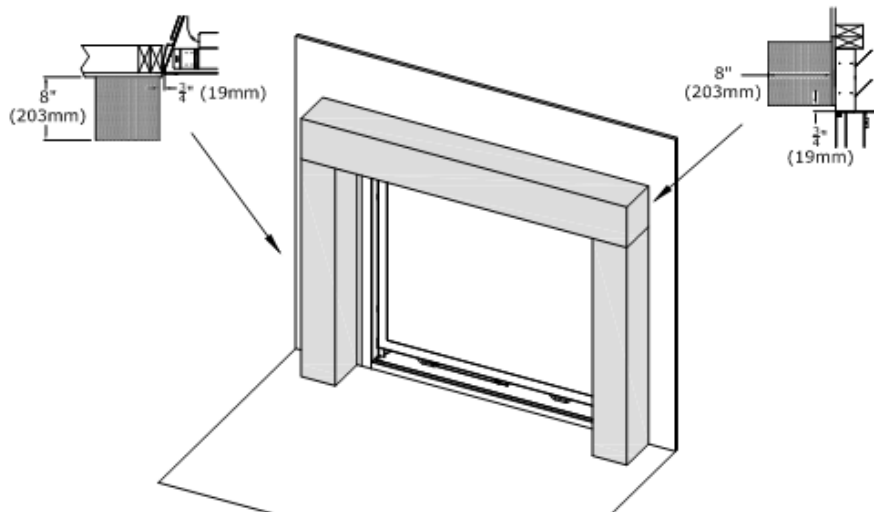

Figure 5.3 - Projections de manteau ou d'entourage incombustibles - Conception d'installation standard
- Projections incombustibles du manteau : Comme indiqué à la FIGURE 5.3, la projection incombustible du manteau de 8 po peut commencer à 32-3/4 po (832 mm) de la base du foyer. Ces mesures placent le manteau incombustible au ras de la pièce supérieure du kit de garniture de finition (#B36-FTK) une fois installé.
- Encadrement incombustible (haut et côtés de l'ouverture du foyer) : Tel qu'indiqué à la FIGURE 5.3, l'encadrement incombustible de 8 po peut être installé au ras du bord de finition latéral et supérieur de l'ensemble de garniture de finition. Le dessin montre un espace de 3/4" du dessus et des côtés du foyer qui permet l'installation de l'ensemble de garniture de finition (#B36-FTK).